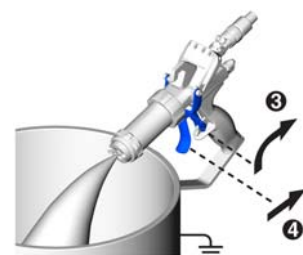

Рис. 11
3. Снимите спусковой крючок пистолета с предохранителя. См. Рис. 11.